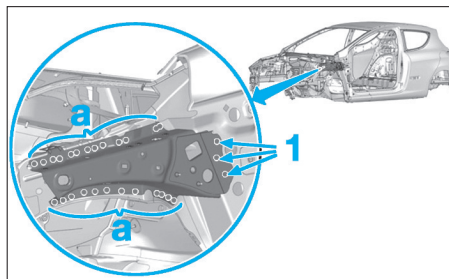

FIG. 31
- par pointages électriques zone (a) (Fig.31),
- par points bouchons les points (1).